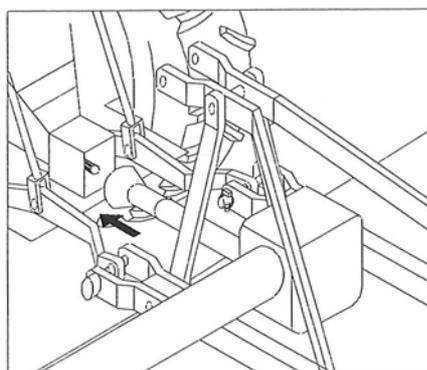

Figure 2c
4. Atteler l'arbre  cardn en verifint qu'il soit pritement bloqu (figure 2c).